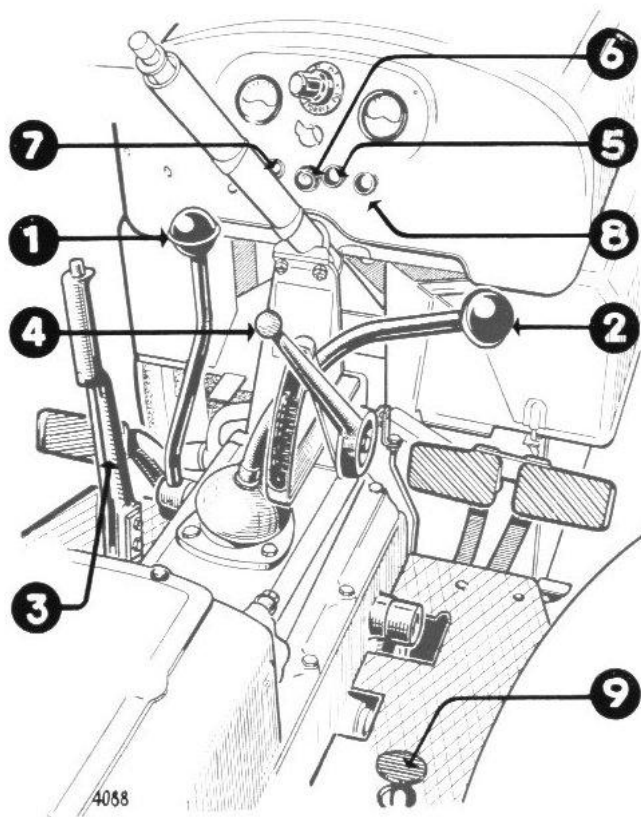

FIG. 11. –
- de prise constante (**rep. 1, fig. 11**)
- de changement de vitesses (**rep. 2, fig. 11**)
Vérifier que le frein à main (**rep. 3, fig. 11**) est bien serré.
- 3° Amener le levier d'accélération à main (**rep. 4, fig. 11**) aux trois quarts de sa course vers le bas.
- 4° Tirer le contacteur général (**rep. 5, fig. 11**) et contrôler si le voyant (**rep. 6, fig. 11**) est allumé: le contact est alors réalisé.
- 5° Pousser le contacteur de démarrage (**rep. 7, fig. 11**). Dès la mise en route du moteur, lâcher rapidement ce contacteur qui doit revenir à sa position initiale.
- Maintenir tiré pendant **45 secondes**, le commutateur (**rep. 8, fig. 11**) d'alimentation aux résistances.
- Pousser sur le commutateur (**rep. 7, fig. 11**) établissant le circuit « **Batteries-démarrreur** » en maintenant tiré le commutateur (**rep. 8, fig. 11**).
En fonction de la vitesse d'avancement choisie, il y a lieu de jouer différemment sur le levier de prise constante (**rep. 1, fig. 11**) et sur le levier de changement de vitesses (**rep. 2, fig. 11**). Il faut remarquer sur les figures **12** et **13**, que lorsque le levier de prise constante est poussé vers l'avant, la combinaison des vitesses est ainsi répartie :
- 3^o Amener l'accélérateur à main (rep. 4, fig. 11), à mi-course.
- 2° Couper le contact général de l'installation électrique en poussant à fond sur le bouton (**rep. 5, fig. 11**) disposé sur le tableau de bord.
Pour faire intervenir le dispositif de blocage du différentiel, il suffit d'appuyer sur la pédale placée à droite du conducteur (**voir rep. 9, fig. 11**). Cette pédale déplace, dans le pont arrière, un crabot muni de doigts qui établit alors la jonction entre les deux demi-arbres du différentiel.